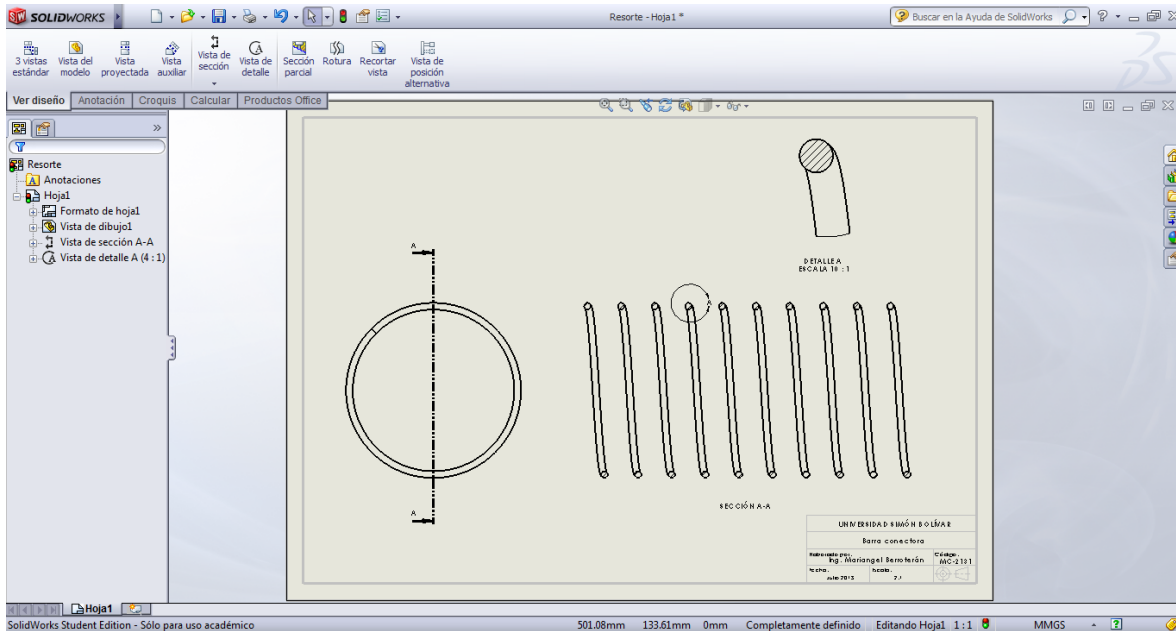

Figura 68. Plano del resorte con vista de detalle.
- e) Finalmente, complete la operación en el check verde. El plano quedará como el mostrado en la Figura 68.